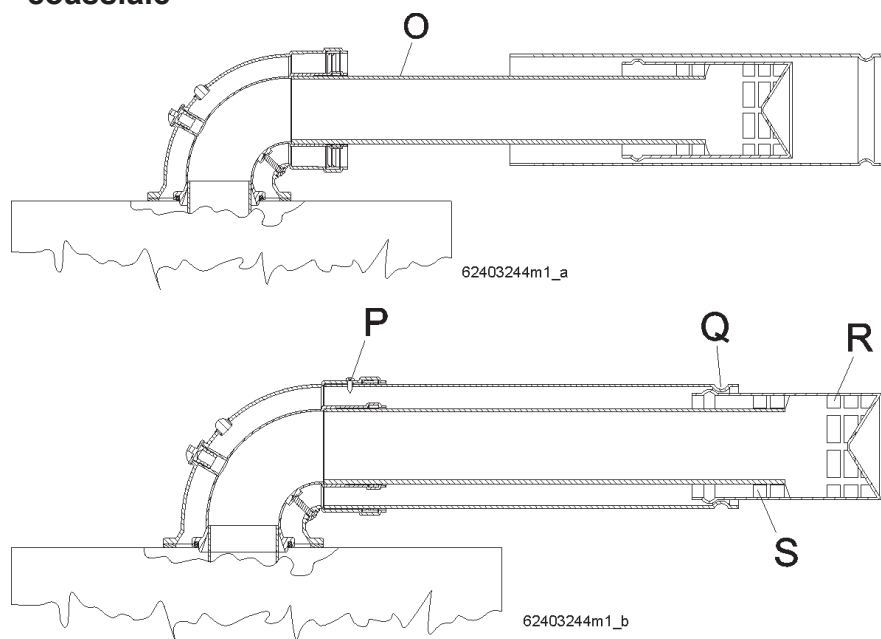

Figura 25 - Corretta installazione del condotto coassiale
**ATTENZIONE!!!** Seguire scrupolosamente le fasi di installazione del condotto coassiale come illustrato in figura 25. In particolare occorre:
**ATTENZIONE!!!** Una volta eseguite queste operazioni verificare che le griglie di aspirazione aria "S" e di scarico fumi "R" escano entrambe dal condotto esterno, e che le battute "Q" siano rispettate come da figura 25.